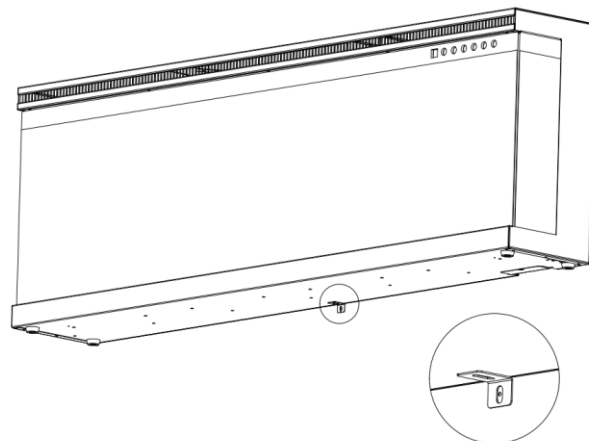

Fig 1-2
B. Mithilfe dieser Schraube ist die „L“-Stütze (**J**) am Boden der Feuerstelle zu montieren (**Fig 1-2**).